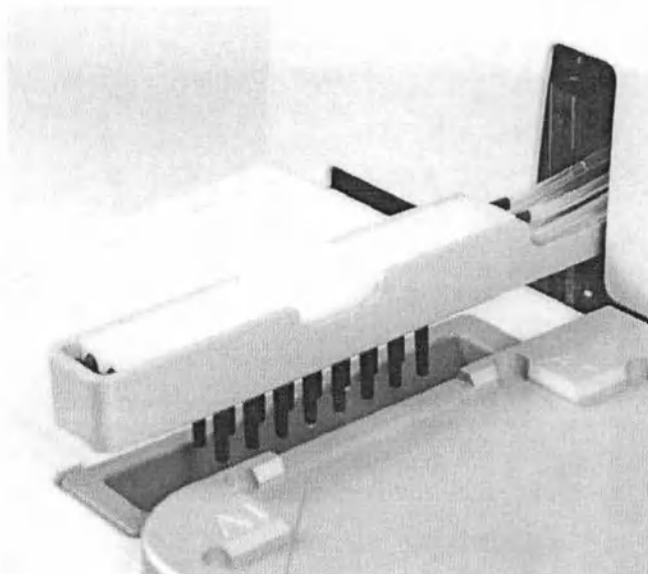

Рисунок 3-13. Две ровно вставленные 8-канальные моющие головки
3. Убедитесь, что моющие головки вставлены ровно (Рисунок 3-13).